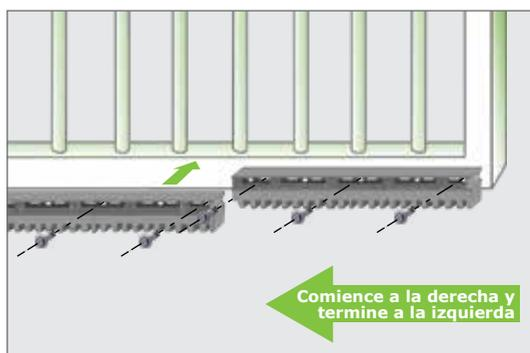

FIGURA 60
**Coloque un tornillo adicional a través de las ranuras horizontales para asegurar la cremallera a la puerta directamente encima del piñón cuando la puerta esté en la posición cerrada, peatonal, y abierta, como se muestra en la Figura 60.**